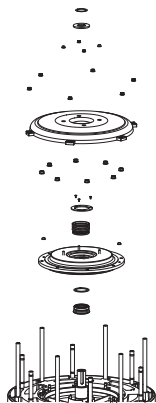

Bild 35: Montering av mekaniska tätningar (J 604)
J 604: Håll pumpen stående upp och ner. Montera pinnbultarna på gaveln för oljehusgaveln. Placera sekundärtätningens fasta ring på gaveln och sedan den roterande ringen genom att använda specialverktyget. Montera låsringen för den sekundära tätningen. Montera den övre gaveln, montera pinnbultarna för slitplattan. Placera sedan den fasta delen av primärtätningen på plats och fäst den med låsringen (pos 82 + 85 i reservdelslistan). Tryck på den roterande delen av primärtätningen med hjälp av specialverktyget, se avsnitt specialverktyg. Montera den gummerade slitplattan och dra åt de inre och yttre muttrar. (Bild 35)